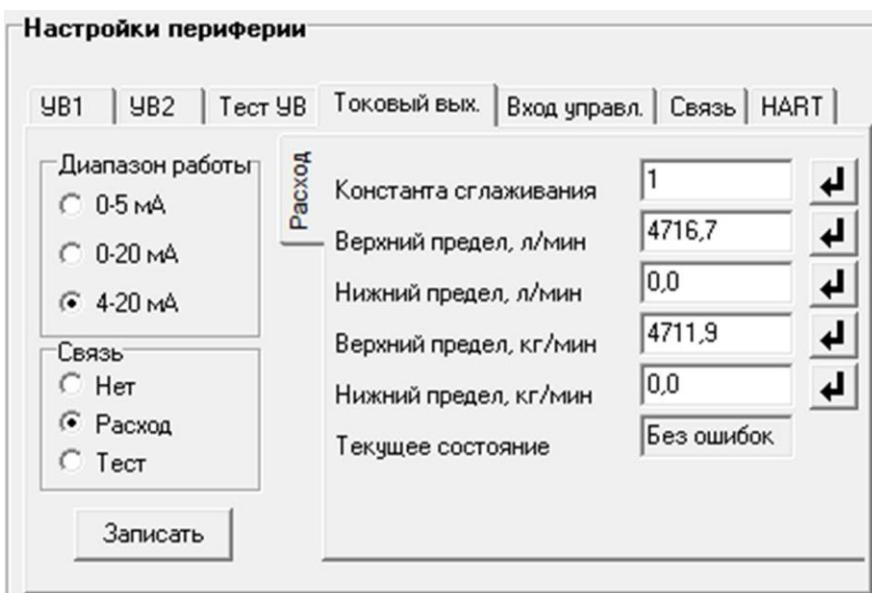

Рис.12. Вид страницы вкладки «Токовый выход».
2.5.2. Установочные параметры для настройки токового выхода находятся в группе **Настройки периферии** на вкладке **Токовый выход** (рис.12).